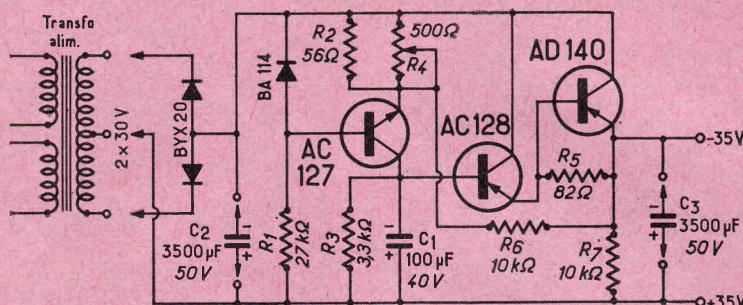

Fig. 3. — Schéma de l'alimentation stabilisée, unique pour les deux canaux
**SCHEMA DE L'ALIMENTATION REGULEE (fig. 3)**
Comme indiqué sur le schéma de la fig. 3, le transformateur d'alimentation secteur et les deux
**VALEURS DES ELEMENTS DE L'ALIMENTATION REGULEE (fig. 3)**